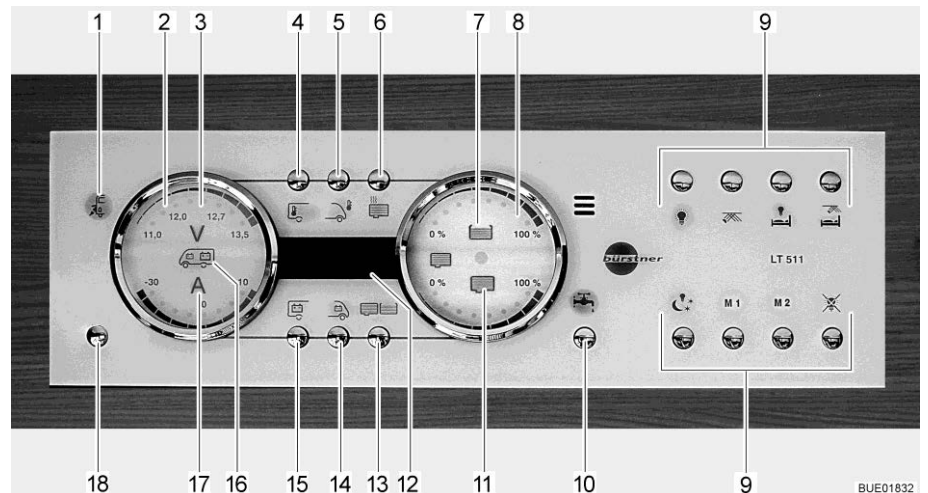

Fig. 140 Panneau de contrôle LT 511
Le voyant de contrôle 230 V (Fig. 140,1) s'allume si l'arrivée du bloc électrique est sous tension de réseau.
L'interrupteur principal 12 V (Fig. 140,18) établit ou coupe le panneau de contrôle et l'alimentation 12 V de la cellule.
Mettre en marche : Appuyer brièvement sur la touche d'alimentation 12 V (Fig. 140,18). L'alimentation 12 V de la cellule est assurée. L'indicateur de contrôle "12 V" s'allume.
- ▷ La tension de la batterie de cellule est trop faible quand les DEL "11,0" de l'affichage en Volt et le symbole Volt "V" (Fig. 140,3) clignotent dans l'indicateur des batteries (Fig. 140,2) après la mise sous tension. Charger la batterie.
- ▷ La coupure de batterie est active quand l'indicateur de contrôle "12 V" et le symbole Volt "V" (Fig. 140,3) clignotent trois fois après la mise sous tension. Désactiver la coupure de batterie.
Mettre hors service : ■ Appuyer brièvement sur la touche d'alimentation 12 V (Fig. 140,18). L'alimentation 12 V de la cellule est coupée. L'indicateur de contrôle "Alimentation 12 V" s'éteint.
- Appuyer sur la touche batterie de cellule (Fig. 140,15) et la maintenir enfoncée pendant 10 secondes environ. Le symbole Volt "V" (Fig. 140,3) et l'indicateur de contrôle "12 V" clignotent trois fois. La batterie de cellule est coupée du réseau de bord de 12 V.
- Appuyer sur la touche d'alimentation 12 V (Fig. 140,18) et la maintenir enfoncée pendant 5 secondes environ. Le symbole Volt "V" (Fig. 140,3) et l'indicateur de contrôle "12 V" clignotent trois fois. La batterie de cellule est branché au réseau de bord 12 V. L'indicateur de contrôle s'allume au bout d'env. 5 secondes.
- Appuyer sur la touche de la batterie de cellule (Fig. 140,15). Le symbole Volt "V" (Fig. 140,3) s'allume. Le symbole Ampère "A" (Fig. 140,17) est allumé en blanc ou en rouge suivant l'état de chargement ou de déchargement. Les DEL à l'intérieur de l'indicateur indiquent la tension de la batterie et le courant de la batterie de cellule.
- Appuyer sur la touche de la batterie de démarrage (Fig. 140,14). Le symbole Volt "V" (Fig. 140,3) s'allume. Des DEL à l'intérieur de l'indicateur indiquent la tension de la batterie de démarrage.
- Appuyer sur la touche réservoirs (Fig. 140,13). Les symboles réservoir d'eau (Fig. 140,7) et réservoir d'eaux usées (Fig. 140,11) s'allument. Des DEL à l'intérieur de l'indicateur indiquent le niveau du réservoir d'eau (échelle supérieure) et celui du réservoir d'eaux usées (échelle inférieure).
Le symbole du réservoir d'eau (Fig. 140,7) ou celui du réservoir d'eaux usées (Fig. 140,11) clignote quand le réservoir d'eau est vide ou que le réservoir d'eaux usées est plein.
L'affichage numérique (Fig. 140,12) permet d'indiquer les températures intérieure et extérieure.
- Appuyer sur la touche température intérieure (Fig. 140,4). La température intérieure s'affiche.
- Appuyer sur la touche de la température extérieure (Fig. 140,5). La température extérieure s'affiche.
La touche Pompe à eau (Fig. 140,10) permet d'allumer et d'éteindre la pompe à eau.